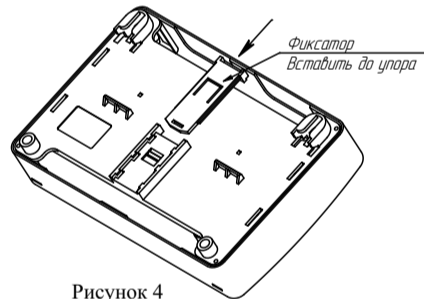

Рисунок 4
- при установке на DIN-рейку (Рисунок 4):